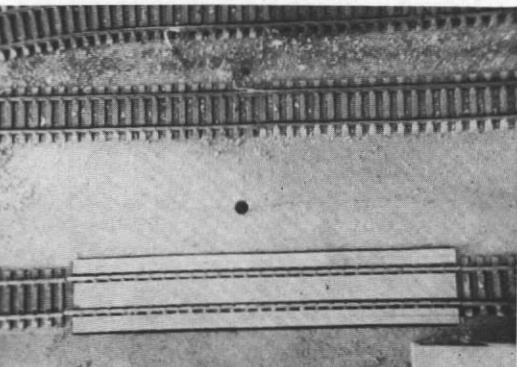
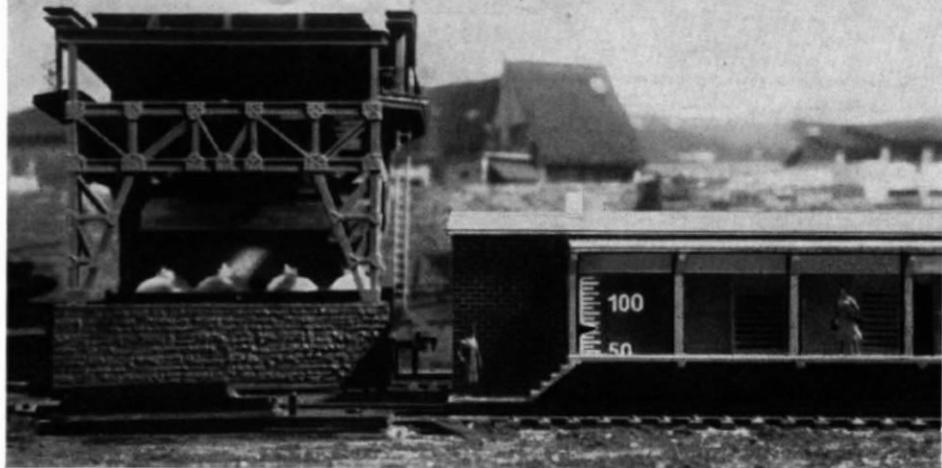

Abb. 1. Am Gleis ist von der Gleiswaage äußerlich nur die sogenannte Brücke zu sehen.
Abb. 2. In einem „Gefach“ des Lagerhauses befindet sich die Mattglasscheibe, auf die von hinten die Waagenskala projiziert wird (s. Abb. 5!)
Meine Gleiswaage besteht aus den Hauptteilen Brücke, Hebelwerk und Anzeigevorrichtung. Die Brücke (Abb. 1) ist neben der Anzeigeskala (Abb. 2) das einzige, was äußerlich von der Waage sichtbar ist; alle anderen Teile befinden sich unter der Anlagengrundplatte
sen) wird mit den Stützen (Teile 2) verschraubt. Bei Belastung drücken die Stützen (2) über die Achsen (9) beide Lasthebel (3) nach unten. In das rechte Ende des oberen verlängerten Lasthebels ist das Stahlband (f) eingehängt, das über die Seilrolle (6) läuft und diese gegen den Uhrzeigersinn dreht, sobald die Brücke belastet wird. Mit der Seilrolle sind Tariergewicht (d) und Skala (a) fest verbunden, bewegen sich also beim Wiegen nach rechts. Die Skala (a) ist ein Diapositiv, das von dem durch die Optik (e) gesammelten Licht der Glühlampe (b) über die Spiegel (c) auf die Mattscheibe (7) projiziert wird. Die Skalenstellung erscheint also oben am Ablesefenster (Abb. 2) und kann durch die bei der Projektion entstehende Vergrößerung leicht abgelesen werden (siehe Abb. 2).